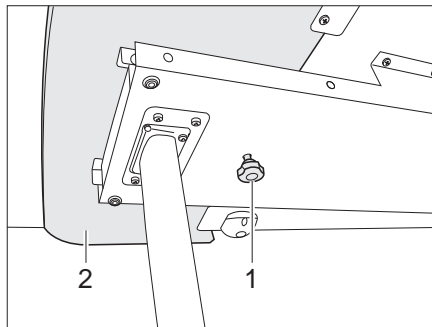
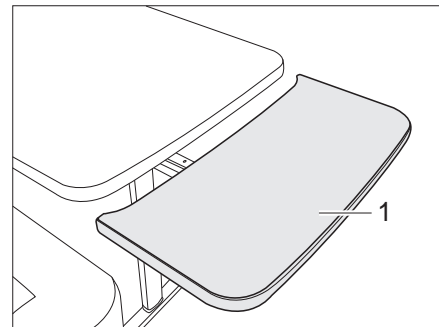

Fig. 90 Verrouillage de la rallonge de table
Fig. 91 Rallonge de table
- Desserrer la vis moletée (Fig. 90,1).
- Faire entièrement sortir la rallonge de table (Fig. 90,2) (Fig. 91).
- Faire opérer un arc de cercle vers le haut à la rallonge du plateau de table (Fig. 91,1). La rallonge du plateau de table affleure au plateau de table.
- Tirer à fond la rallonge du plateau de table (Fig. 91,1) dans le sens opposé au plateau et la pousser vers le bas en forçant la résistance des ressorts de retenue. La rallonge du plateau de table descend en opérant un arc de cercle (Fig. 91).
- Serrer la vis moletée (Fig. 90,1).